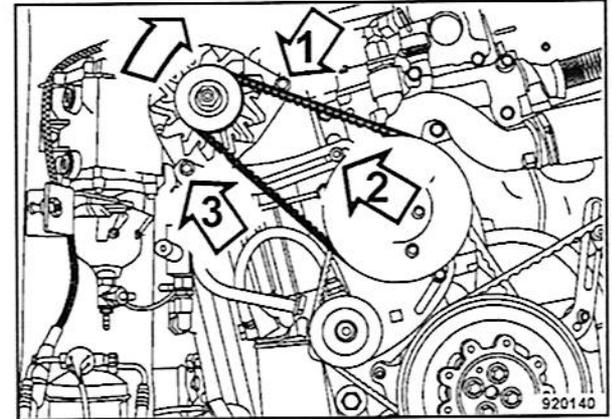

Fig. 163
- Soltar ligeramente los tornillos de fijación 1, 2 y 3 (Fig. 163).